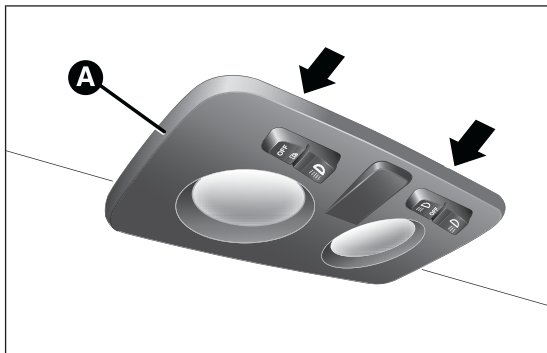
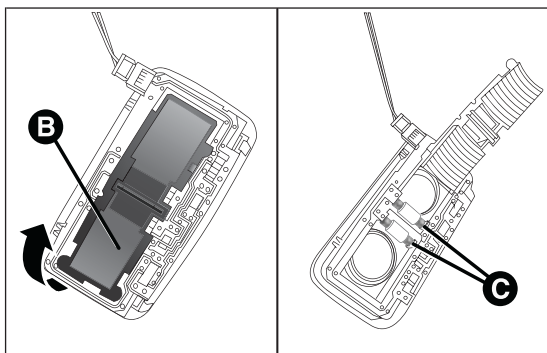

fig. 139
fig. 140
- enlever le plafonnier A fig. 139 en agissant sur les points indiqués par les flèches ;
- ouvrir le volet B fig. 140, remplacer les ampoules C en les séparant des contacts latéraux. Vérifier que les nouvelles ampoules sont bien bloquées entre les contacts ;
- refermer le volet B fig. 140 et fixer le plafonnier A fig. 139 dans son logement en s'assurant de son blocage.